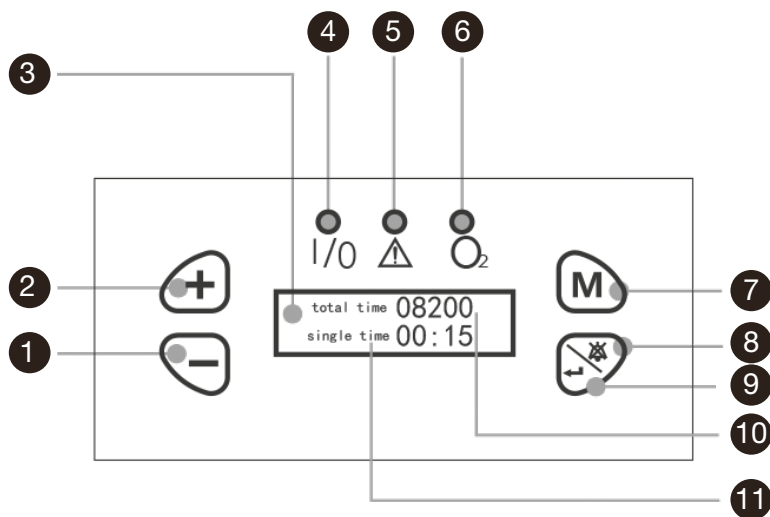

Рисунок 2. Электронный дисплей концентратора кислорода
1. Переведите выключатель питания, расположенный с обратной стороны прибора в положение «I» (включено), кратковременно прозвучит звуковой сигнал, включится электронный дисплей с панелью управления и на нем загорится значок индикатора питания (Рисунок 2). Через несколько секунд прибор перейдет в режим ожидания. Электронный дисплей концентратора кислорода, представлен на рисунке 2.
5. Для удобства следования медицинским предписаниям в концентраторах кислорода SENSITEC предусмотрена функция тайминга. Время работы прибора можно задать с помощью кнопок (Рисунок 2). Для этого нажмите и удерживайте клавишу «M» на панели управления прибором, после нажатия клавиши «M» появится возможность задать необходимое время. Отрегулируйте время с помощью клавиш «▲▼», чтобы зафиксировать желаемое время нажмите кнопку «←». В состоянии синхронизации пользователь может нажать «M» и переключиться в режим непрерывной работы.
6. На электронный дисплей концентратора кислорода выведена информация, позволяющая легче контролировать процесс кислородной терапии (Рисунок 2):